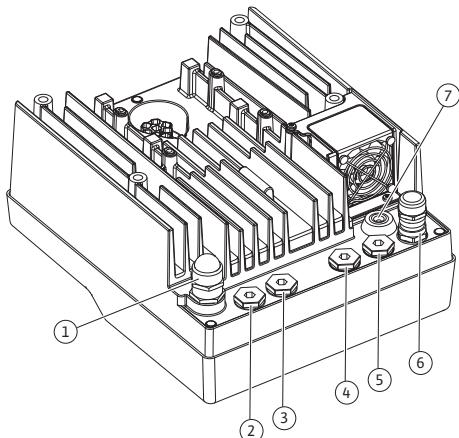

Fig. 18: Kabelové šroubení/kabelové průchodky
4. Přívodní kabel musí být veden kabelovými průchody M25 (Fig. 18, poz. 1). Kabelovou průchodu dotáhněte předepsaným utahovacím momentem.